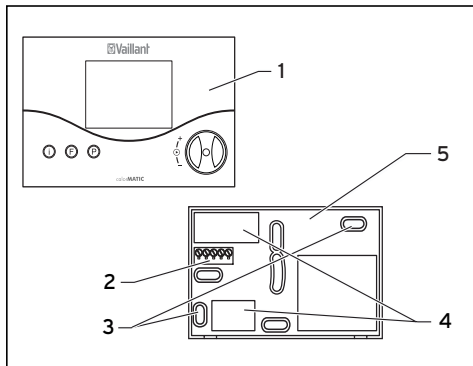
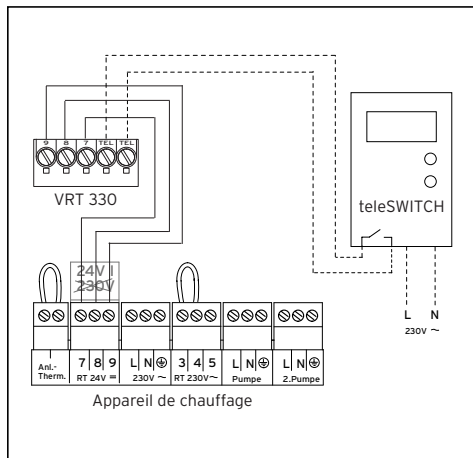

Fig. 9.1 Montage du thermostat d'ambiance
Fig. 10.1 Raccordement électrique
- Retirez le thermostat d'ambiance (1) de son socle mural (5).
- Percez deux trous de fixation (3) de 6 mm de diamètre (conformément à la fig. 9.1), insérez ensuite les chevilles fournies.
- Passez le câble de connexion à travers un passe-câbles (4).
- Branchez le câble de connexion conformément à la fig. 10.1.
- Branchez le teleSWITCH de la manière indiquée sur la fig. 10.1. Observez également les indications contenues dans la notice du teleSWITCH.